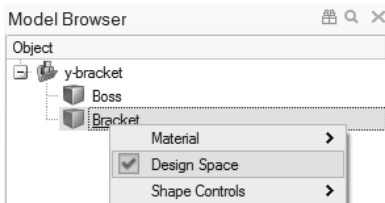

图 5-4
3) 在 y-bracket 文件夹中, 右键单击 Bracket 并选择 Design Space, 如图 5-4 所示。